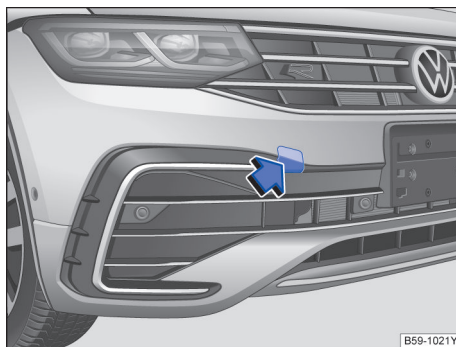

图 193 在保险杠的右前部：拆卸盖板
- 按压盖板的左上角区域→ 图 193（箭头），松开盖板的卡扣。